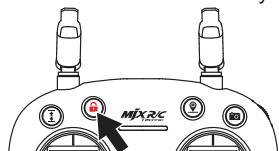

Рис. 1
- Способ 1. Длительное нажатие красной кнопки «» (обозначена на рис. 1) в течение 3 секунд, двигатели немедленно прекратят вращение, и дрон будет заблокирован.